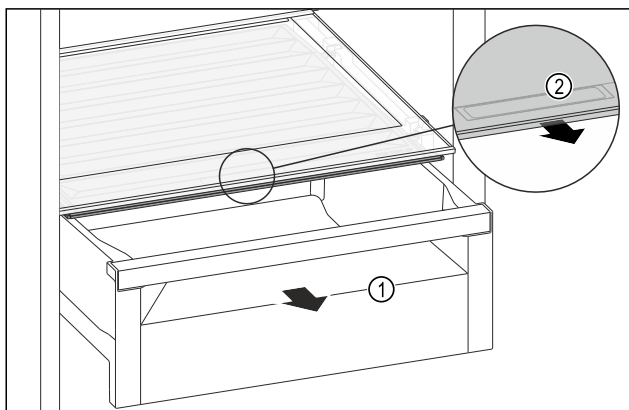

Fig. 125
- Tërhiqni jashtë sirtarin Fig. 125 (1).
- Kapni dorezën e futur Fig. 125 (2) në kapakun e ndarjes dhe në të njëjtën kohë tërhiqni përpara kapakun e ndarjes.